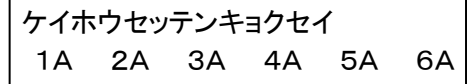

図 9-27 警報接点極性メニュー
- ・ 図 9-24 の状態でメニュースイッチを押下すると、図 9-27 に示すような表示になり、各警報の出力先に対する警報出力ラッチの状態を表示します。UP/DONW スwitch押下で警報出力先が変わり、対応した警報出力ラッチの状態が表示されます。（選択範囲は 1～6 です。）
- ・ 6つの警報出力につき、個別に警報接点極性を表示、設定します。(図 9-27)